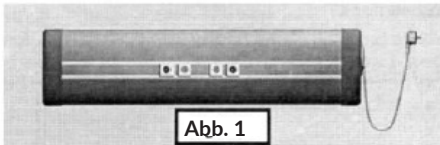
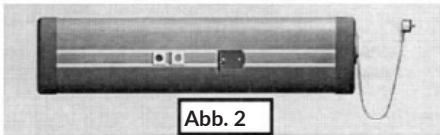

Abb. 1
Abb. 2
- 1 Für das Heizgerät werden 4 Halterungen und Verbindungselemente verwendet. Des Weiteren befinden sich auf der Rückseite des Geräts 4 Unterlegscheiben (25x25 mm). Nehmen Sie zwei Unterlegscheiben (siehe Abb. 1) und befestigen Sie mithilfe der Schrauben zwei Halterungen an der Rückseite des Geräts (siehe Abb. 2).